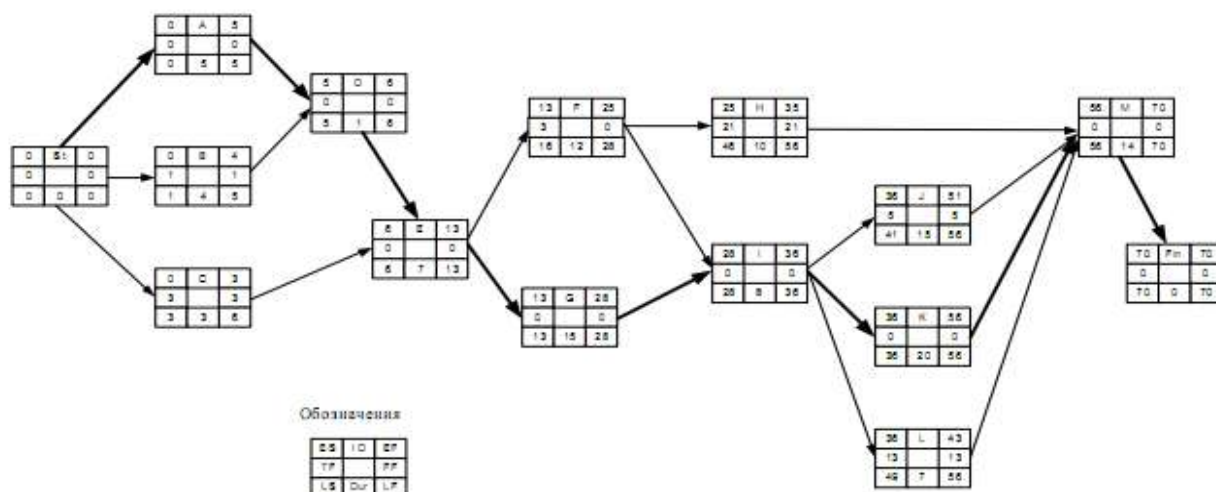

Рис. 8. Сетевая диаграмма с результатами расчетов
5. Уменьшите на два дня длительность стадии А. На сколько изменилась длительность проекта? Объясните почему (см. вывод 2 и рис. 8). Восстановите исходную длительность стадии А.
6. Уменьшите на четыре дня длительность стадии G. На сколько изменилась длительность проекта? Объясните почему (см. вывод 2 и рис. 8). Восстановите исходную длительность стадии G.
7. Допустим, что обстоятельства складываются так, что необходимо отложить начало стадии J – (ES) на 4 дня, а завершение работ по стадии C – (EF) уже задержано на два дня.
Повлияют ли эти задержки на срок окончания проекта? Ответьте на основании данных о временном резерве и проверьте ответ непосредственной подстановкой изменений в таблицу (см. вывод 5а и рис. 8). Восстановите исходные длительности стадий.
8. Допустим, что необходимо увеличить длительность стадии H на 20 дней, а длительность работ по стадии F уже увеличена на 2 дня. Повлияют ли эти задержки на срок окончания проекта? Ответьте на основании данных о временном резерве и проверьте ответ непосредственной подстановкой изменений в таблицу (см. выводы 5б и рис. 8). Восстановите исходные длительности стадий.